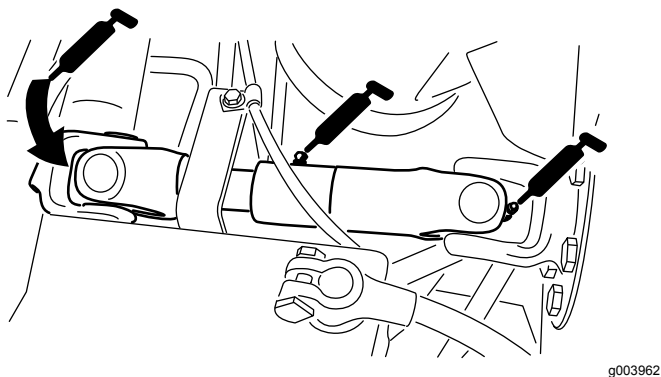

Figura 27
- Junta em U do veio propulsor da bomba (3) – Figura 27